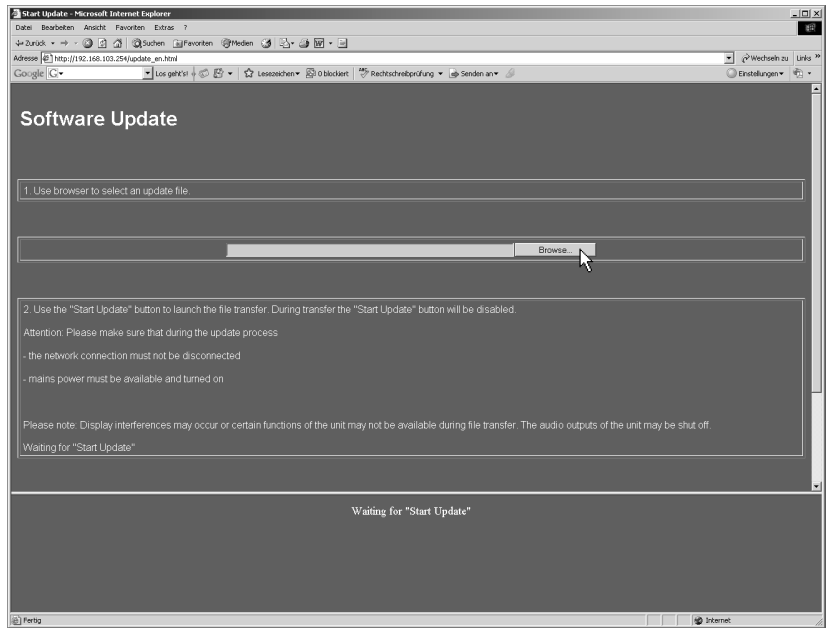

Bild 8-3: Anzeige der Software-Update-Seite („Durchsuchen“)
3. Klicken Sie auf die Schaltfläche „Durchsuchen“ (siehe Bild 8-3).
13. Klicken Sie wieder auf die Schaltfläche „Durchsuchen“ (siehe Bild 8-3), um die **vierte** der vier Update-Dateien hochzuladen. Wählen Sie die Datei „**p11900_xxxxx_CONF**“ aus. Wiederholen Sie die Schritte 4 bis 8 nun mit dieser Datei, bis deren Transfer abgeschlossen ist.